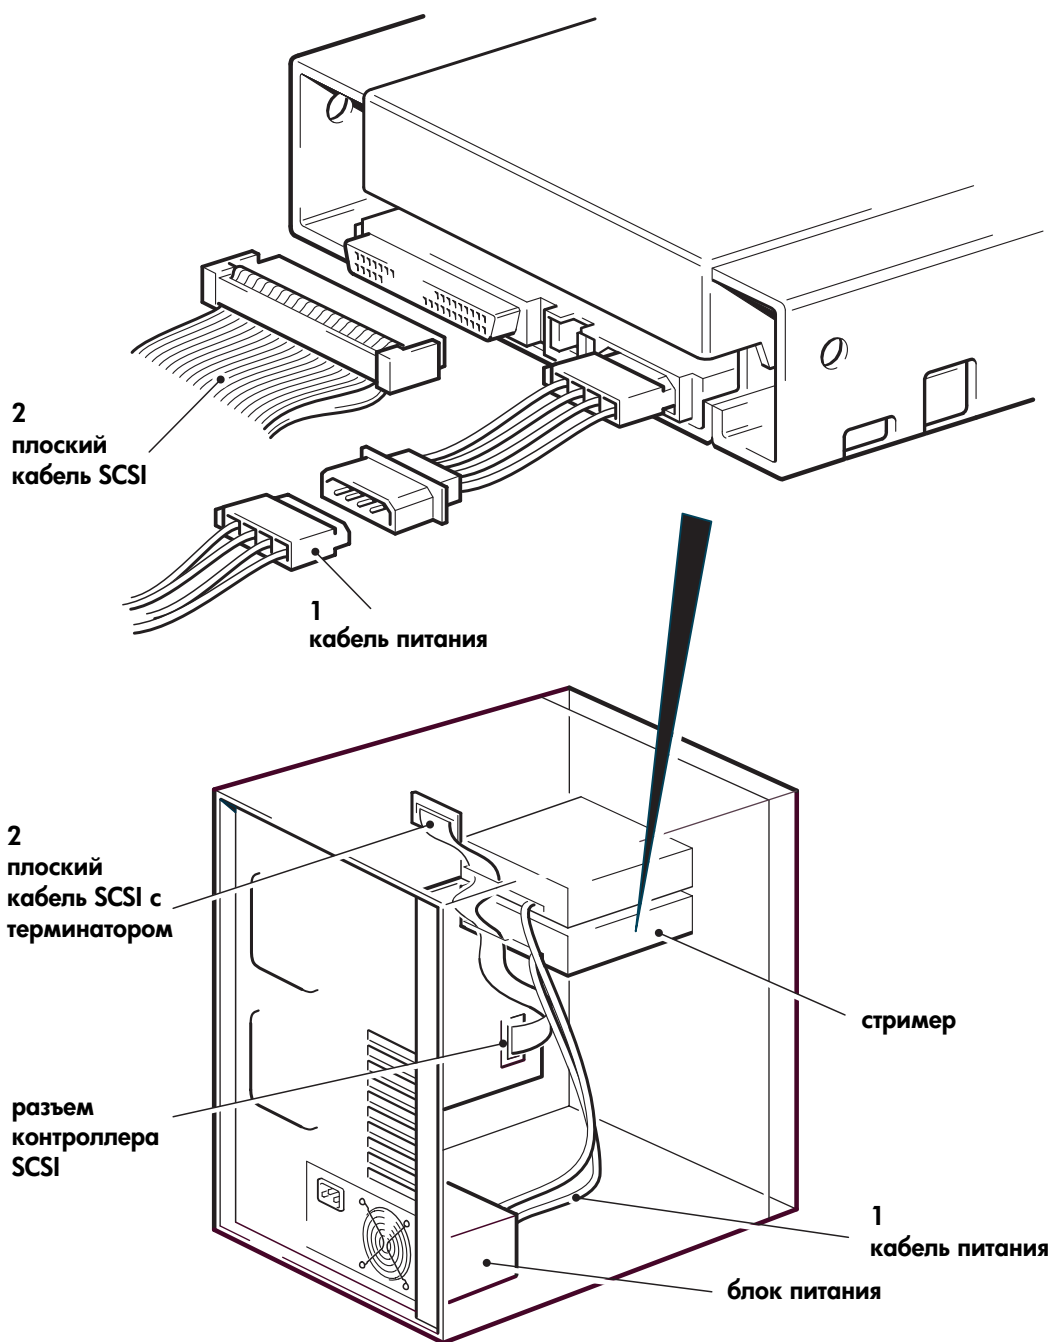

Рис. 8. Подключение кабеля питания и SCSI-кабеля
- 1 Подключите свободный кабель от внутреннего блока питания сервера к соответствующему разъему стримера (см. Рис. 8, п. 1).
- 2 Подключите свободный разъем плоского SCSI-кабеля сервера (или главного адаптера) к SCSI-разъему стримера (см. Рис. 8, п. 2).
Если главный адаптер является первым устройством на шине, необходимо проверить, подключен ли терминатор к последнему устройству (см. Рис. 8, п. 2).